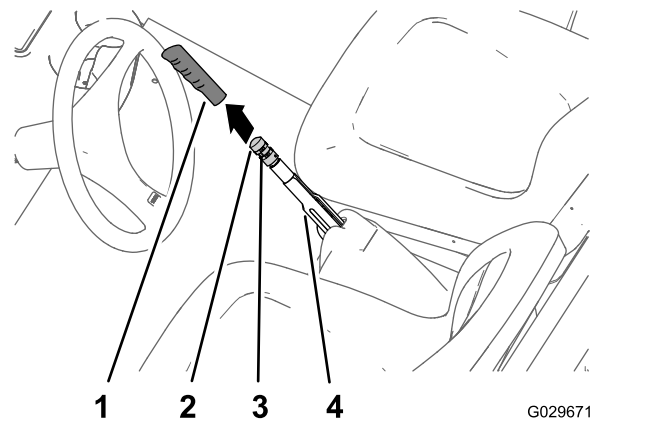

Bild 66
1. Nehmen Sie den Griff vom Feststellbremshebel ab (Bild 66).
2. Lösen Sie die Stellschraube, mit der das Feststellbremshandrad am Feststellbremshebel befestigt ist (Bild 66).
3. Drehen Sie das Einstellhandrad für die Bremse, bis eine Kraft von 133 bis 156 N erforderlich ist, um den Feststellbremshebel zu betätigen (Bild 66).
4. Ziehen Sie die Stellschraube fest und befestigen den Handgriff (Bild 66).
2. Lösen Sie die Stellschraube (Bild 66), mit der das Bremseinstellhandrad am Feststellbremshebel befestigt ist, lösen Sie die Feststellbremse und das Bremseinstellhandrad.
5. Drehen Sie das Einstellhandrad für die Bremse (Bild 66), bis eine Kraft von 133 bis 156 N erforderlich ist, um den Feststellbremshebel zu aktivieren.
- C. Drehen Sie das Einstellhandrad für die Bremse (Bild 66), bis eine Kraft von 133 bis 156 N erforderlich ist, um den Feststellbremshebel zu aktivieren.
- Ziehen Sie die Stellschraube fest und befestigen den Handgriff (Bild 66).